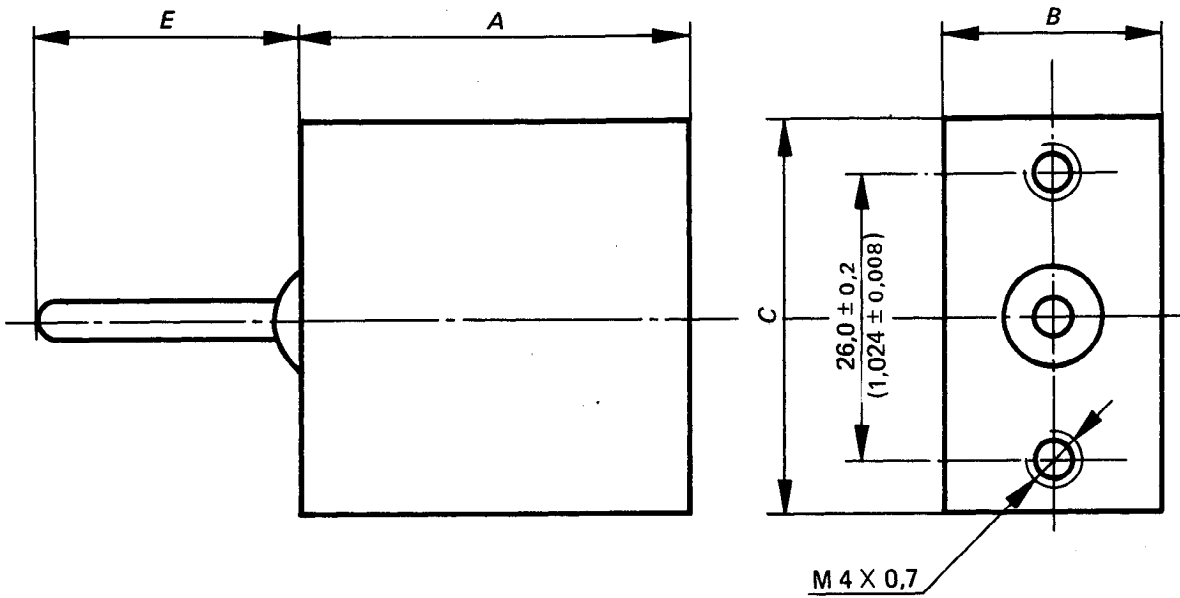
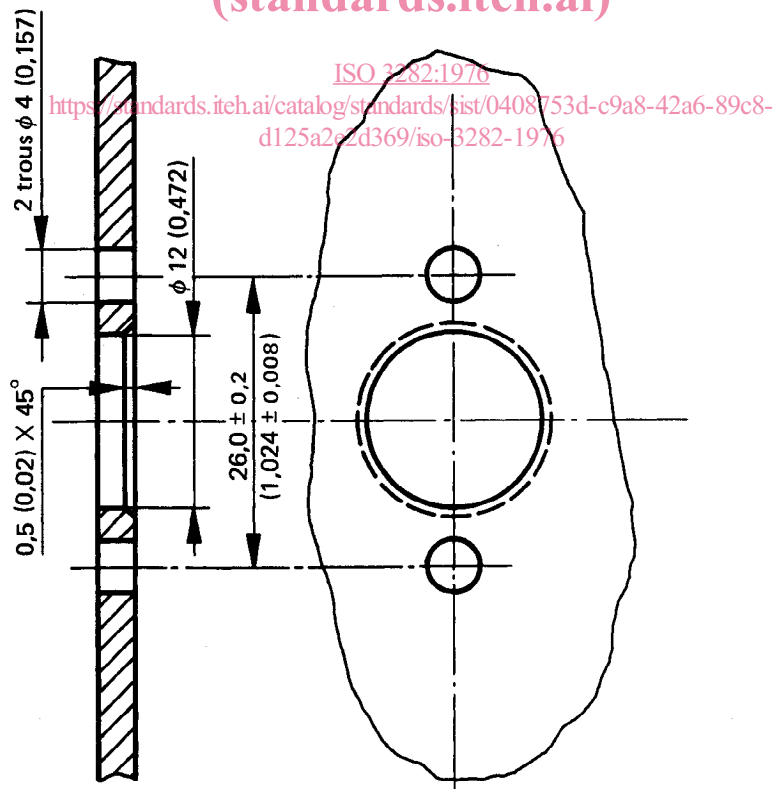

FIGURE 2 – Dimensions des interrupteurs avec fixation par trois trous
FIGURE 2a) – Trous de fixation sur le panneau
2.2 Si, par contre, une fixation à trois trous est requise, le corps de l'interrupteur, comme indiqué à la figure 2 et au tableau, doit être monté directement en dessous du panneau, les trous de fixation et orifice de levier de l'interrupteur étant conformes à la figure 2a).